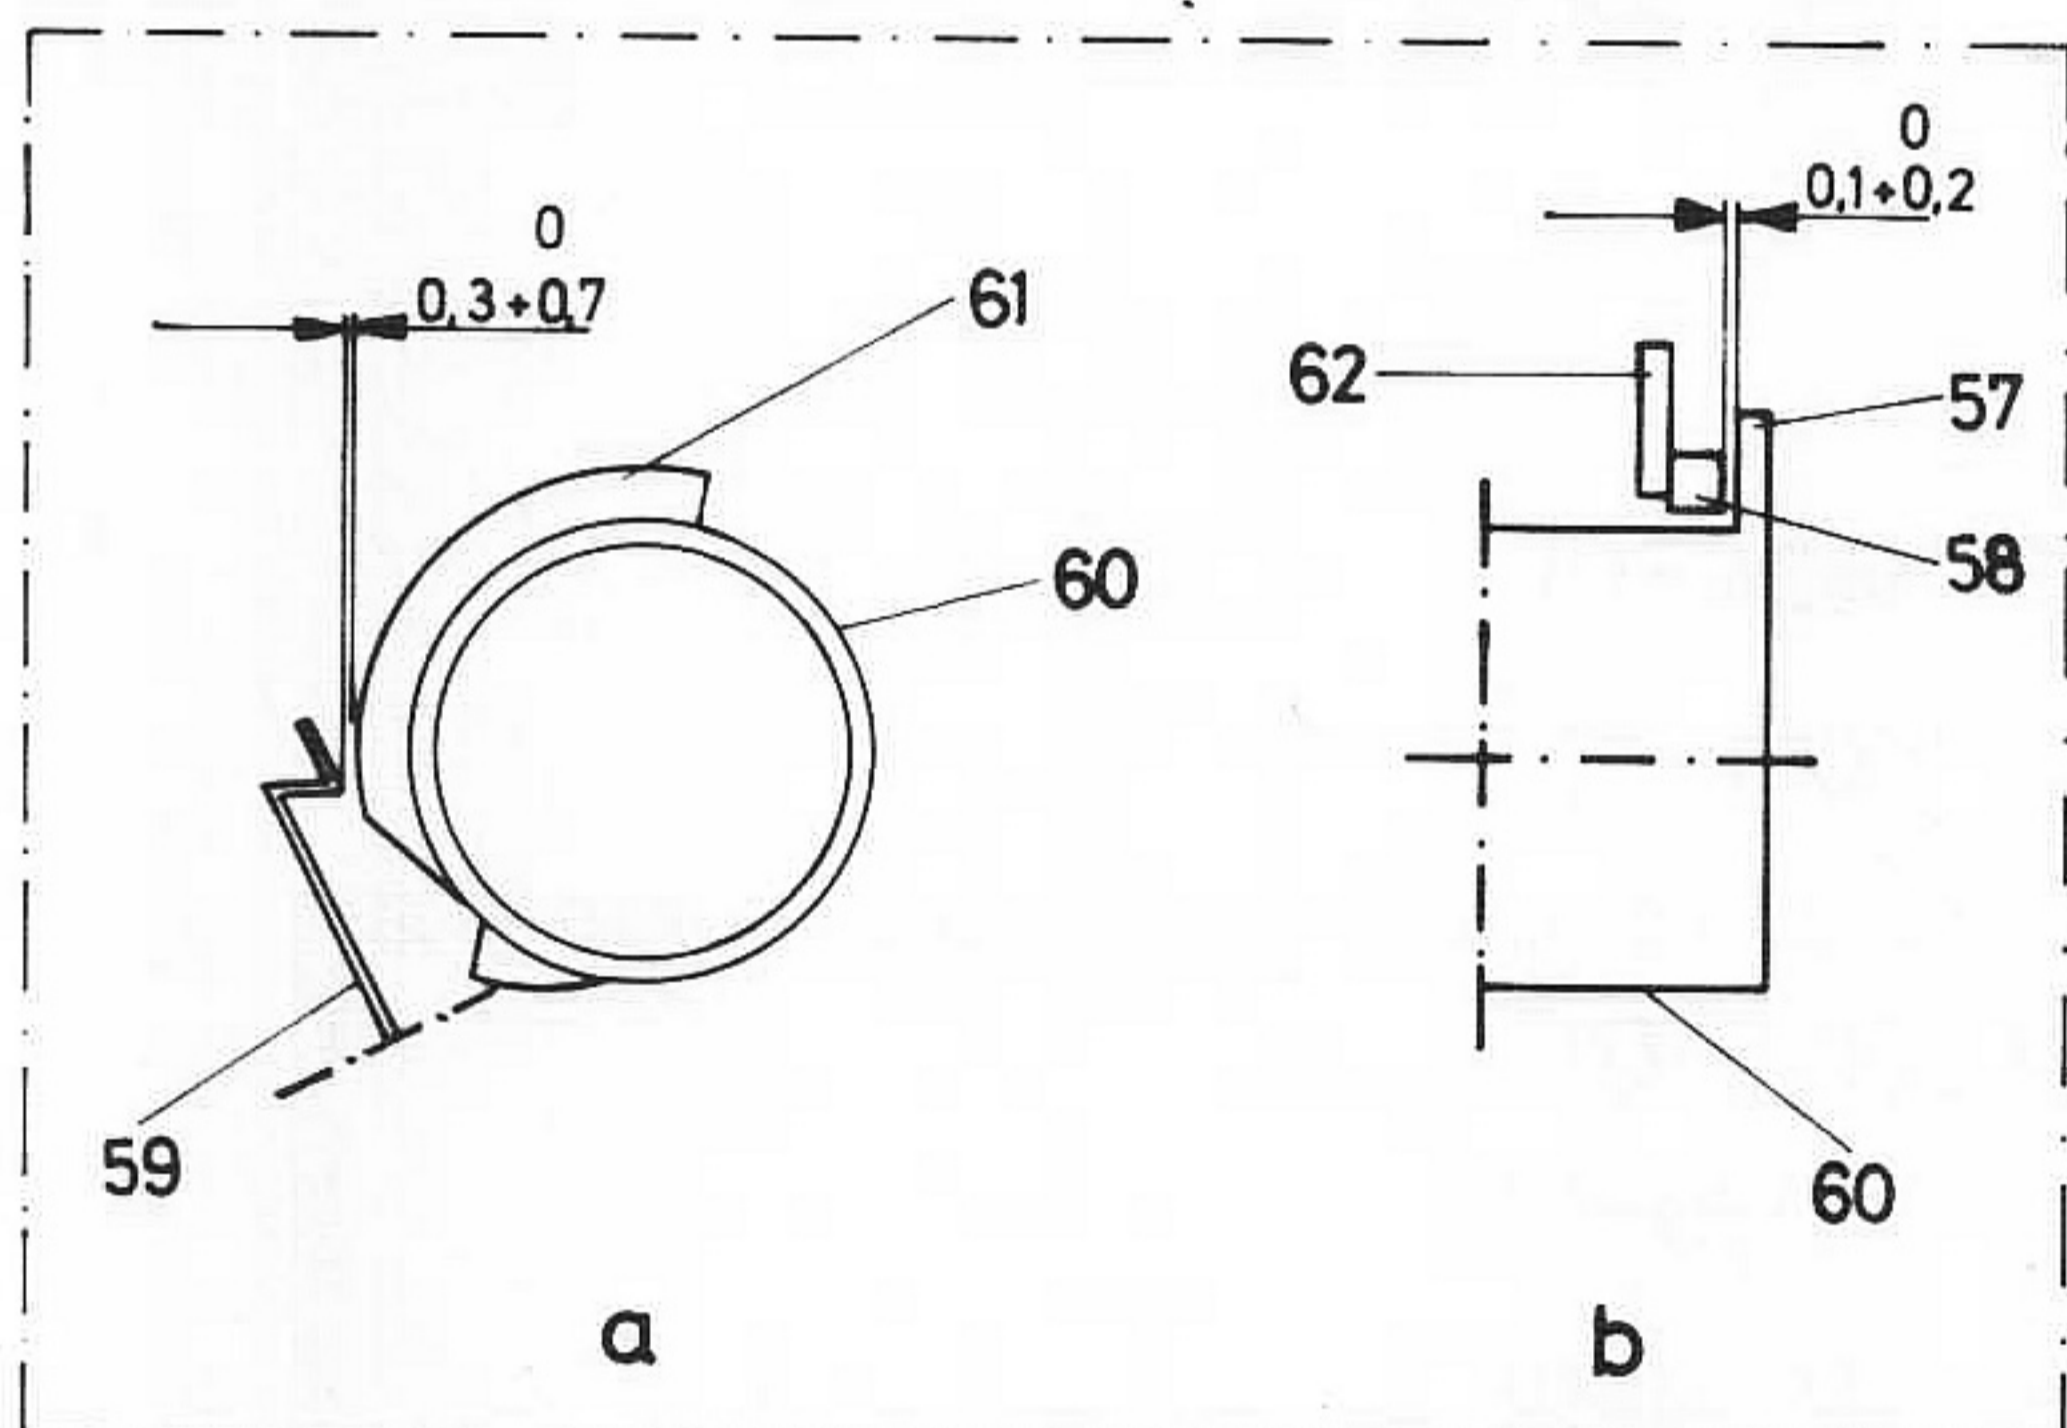

Fig. 23
Justering av manövercylinderns hastighet (60) fig 23